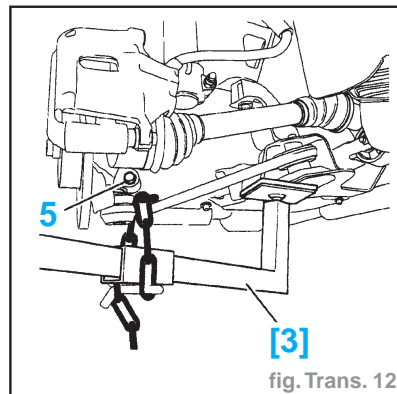

fig. Trans. 12
- Reposer (fig. Trans. 12) :
- la vis (5) (couple de serrage : 4 daN.m)